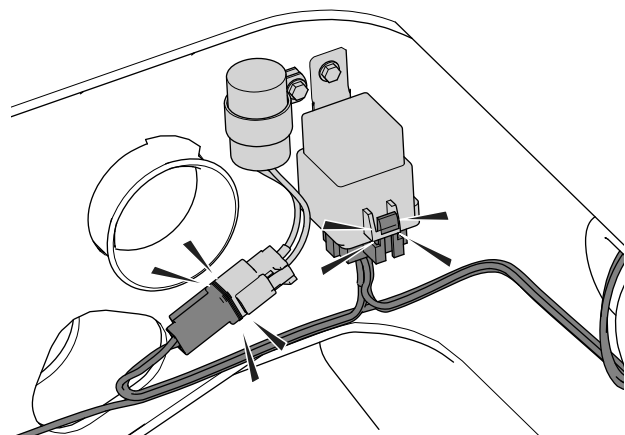

Figura 6
4. Collegate il cablaggio preassemblato al modulo timer e al relè (Figura 6).